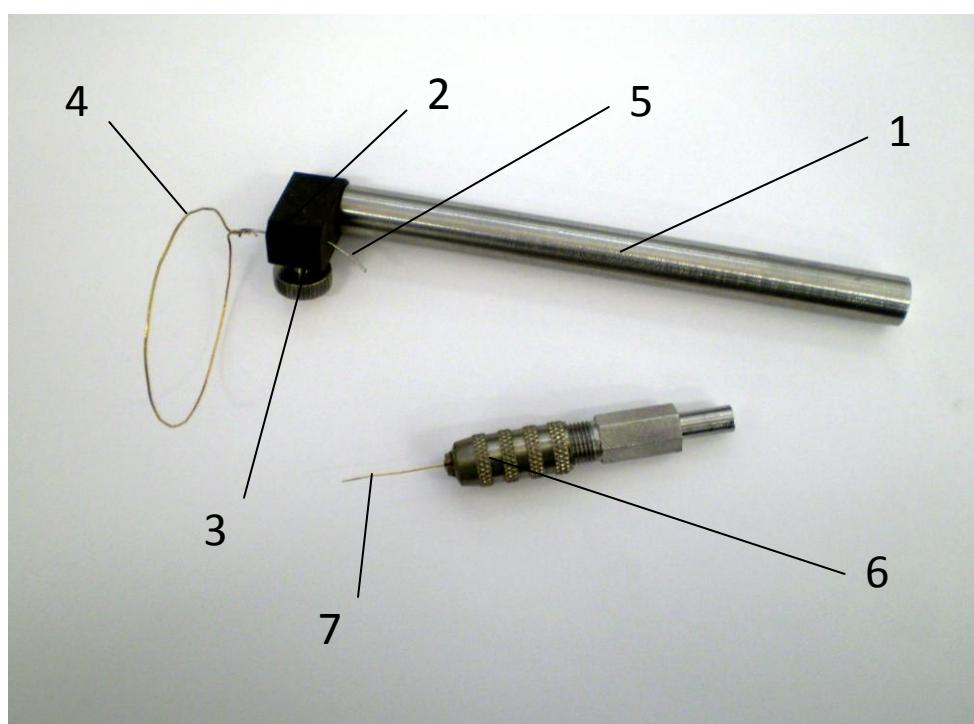

Рис. 3
- штатив 5 с платиновым кольцом. Штатив фиксируется на кронштейне 4 зажимным винтом 6. На рис. 3 отдельно показан штатив с платиновым кольцом, где: 1 –
- цанговый патрон 11, закрепленный в зажимной втулке 10 винтом 12. В патроне 11 зажимается вольфрамовая проволока, которую необходимо травить. Вольфрамовая проволока через цанговый патрон 11 имеет электрический контакт с зажимной втулкой 10, но изолирована от корпуса металлической конструкции электрохимической ячейки. На рис. 3 отдельно показан цанговый патрон с вольфрамовой проволокой, где 6 – цанговый патрон, 7 – вольфрамовая проволока;